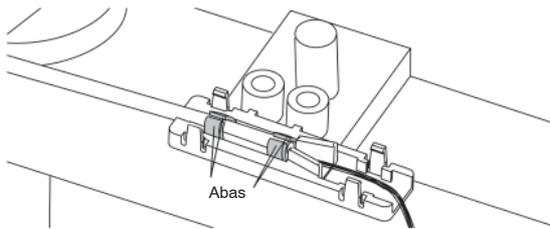

Figura 12
**6.9** Utilize o alicate para dobrar suavemente as abas de agarrar sobre a extremidade do cordão (Figura 12). Verifique a eficácia do agarrar, puxando e torcendo o cordão – este não deverá mover-se.